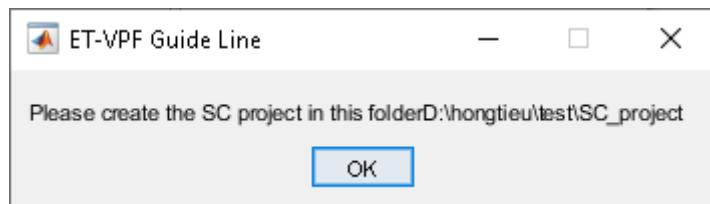

図 3-27 SC_project フルパス通知
- (1) デバイス名を選択 (F1KM-S1、F1KM-S4、U2B6、U2B10 のみ選択可能)
- (2) ツールチェーンを選択 (Renesas CCRH850 Toolchain のみ選択可能)
- (3) ファイル名に”SC_project”を入力し、ロケーションを選択(「図 3-27 SC_project フルパス通知」で表示されたフルパスを選択)
- (4) 終了ボタンを押下